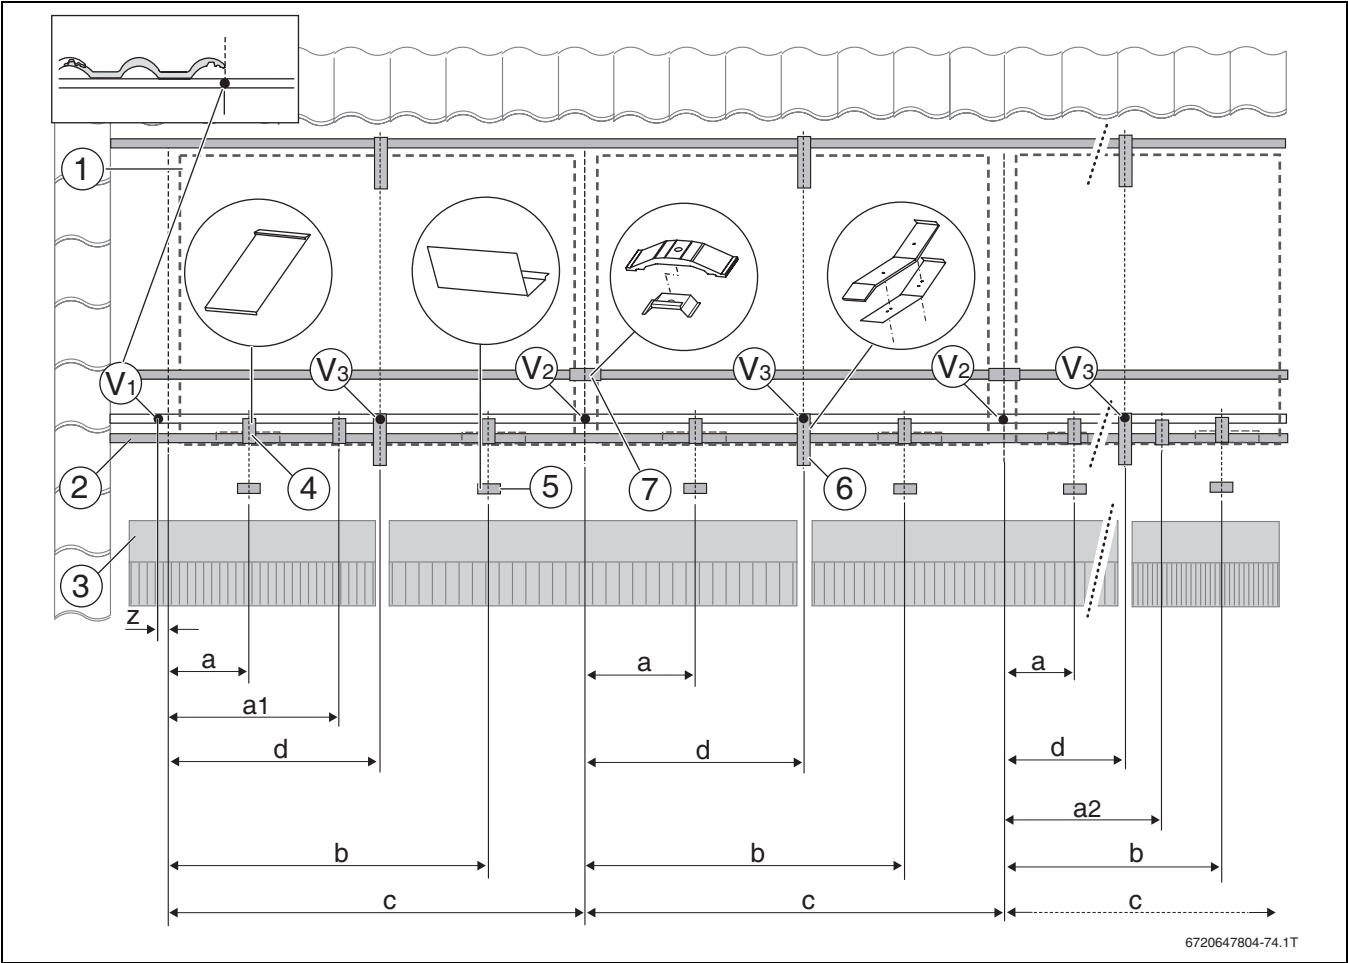

Bild 41 Montagemaße für waagrechte Kollektoren
- **waagerechte Kollektoren:** Maße a, a1, b, c, d (→ Bild 41 und Tabelle 22, Seite 32)